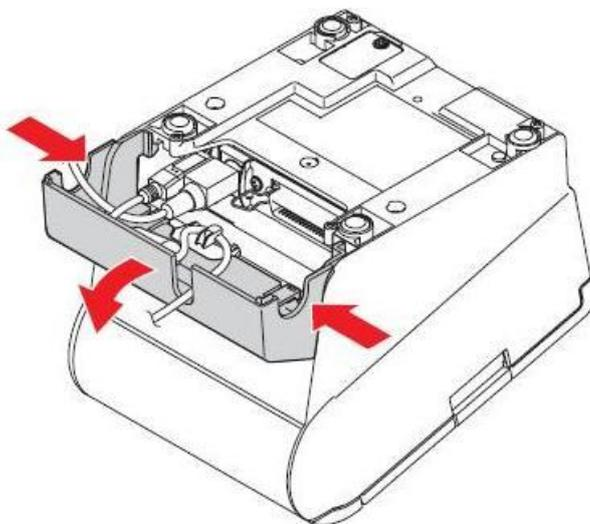

Рисунок 5 – Від'єднання кришки з'єднувального роз'єму від корпусу реєстратора.
- перевернути реєстратор та потягнути кришку з'єднувального роз'єму вниз, одночасно натиснувши всередину на обидві бокові панелі кришки з'єднувального роз'єму для того, щоб гачки (фіксатори) від'єдналися від корпусу реєстратора (дивись рисунок 5).